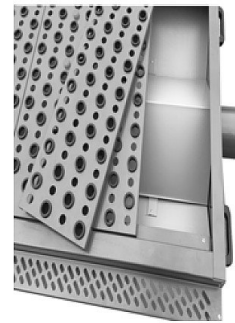

Abb. 7: Montage Metallauflage
An allen 4 Standfüßen befinden sich höheneingestellte Löcher um die Arbeitshöhe einzustellen. Lösen Sie zuerst die Arretierknöpfe (A) am Bein und ziehen Sie den Stift (B) heraus. Sobald Sie die gewünschte Arbeitshöhe erreicht haben, setzen Sie die Stifte (B) wieder in die vorgegebenen Löcher ein. (Abb.7).